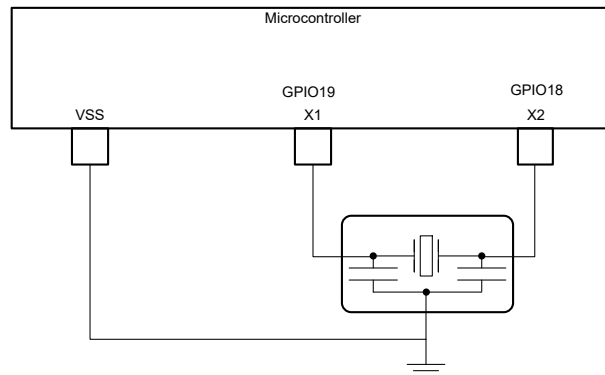

図 6-15. 外部共振子
- 外部共振子。図 6-15 に示すように、X1 と X2 の間に共振子を接続し、そのグランドを VSS に接続する必要があります。